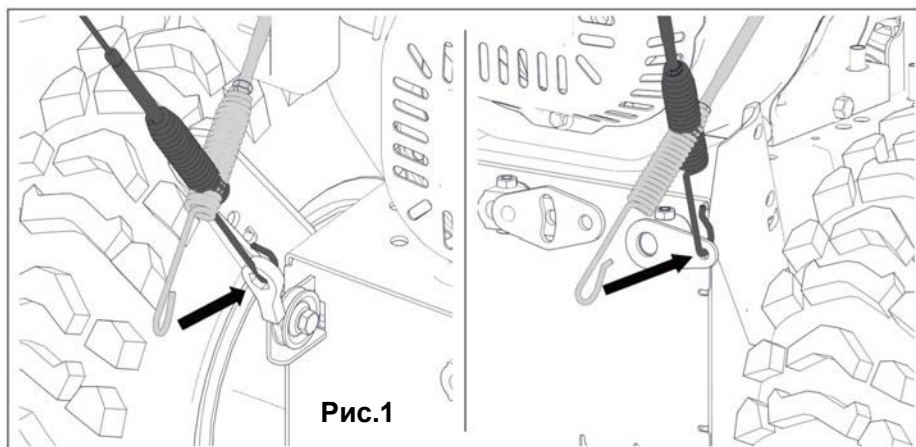

Рис.1
1. Сборка троса управления приводом колес и шнека (Рис.1).
Прикрепите ушко для кабеля к соответствующему отверстию (рис. 1).